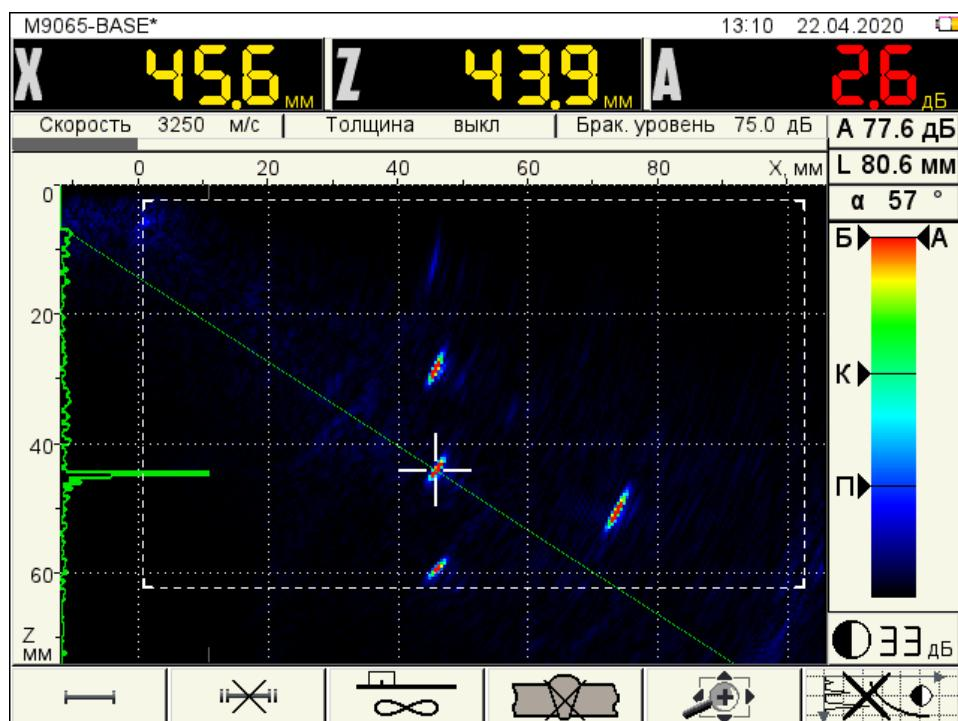

Рисунок 76
**Направляющий угол** – угол между направлением на отражатель и нормалью к поверхности ОК. Направлением на отражатель является луч, исходящий из центра апертуры АР и направленный на отражатель. Этот луч (в математическом смысле, т.к. физически он не существует) проходит на экране через точку с амплитудным значением образа отражателя (рисунок 76). Если включено отображение луча, направленного на образ отражателя, то на экране также прорисовывается линия значений яркости томограммы в каждой точке, через которую проходит этот луч (квази-А-Скан), т.е. линия отображает эхо-сигналы от преобразователя, сфокусированного в каждую точку по лучу.